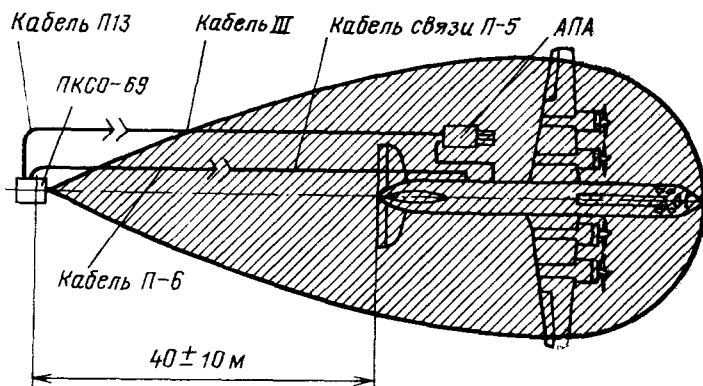

Рис. 2. Схема размещения прибора ПКСО-69 на местности
2. Установите прибор в плоскости продольной оси самолета на расстоянии  $(40 \pm 10)$  м от его хвоста (рис. 2).